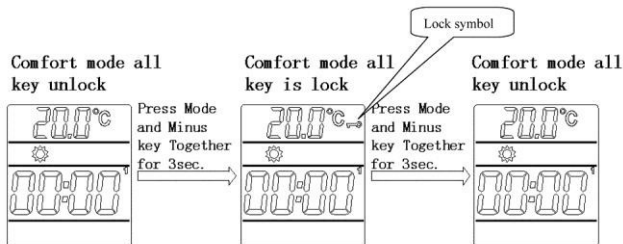

fig.7
**En appuyant de nouveau simultanément sur les touches « Mode » et « Moins » pendant 3 secondes, le symbole de blocage disparaîtra et les touches recommenceront à fonctionner. (Fig.7)**